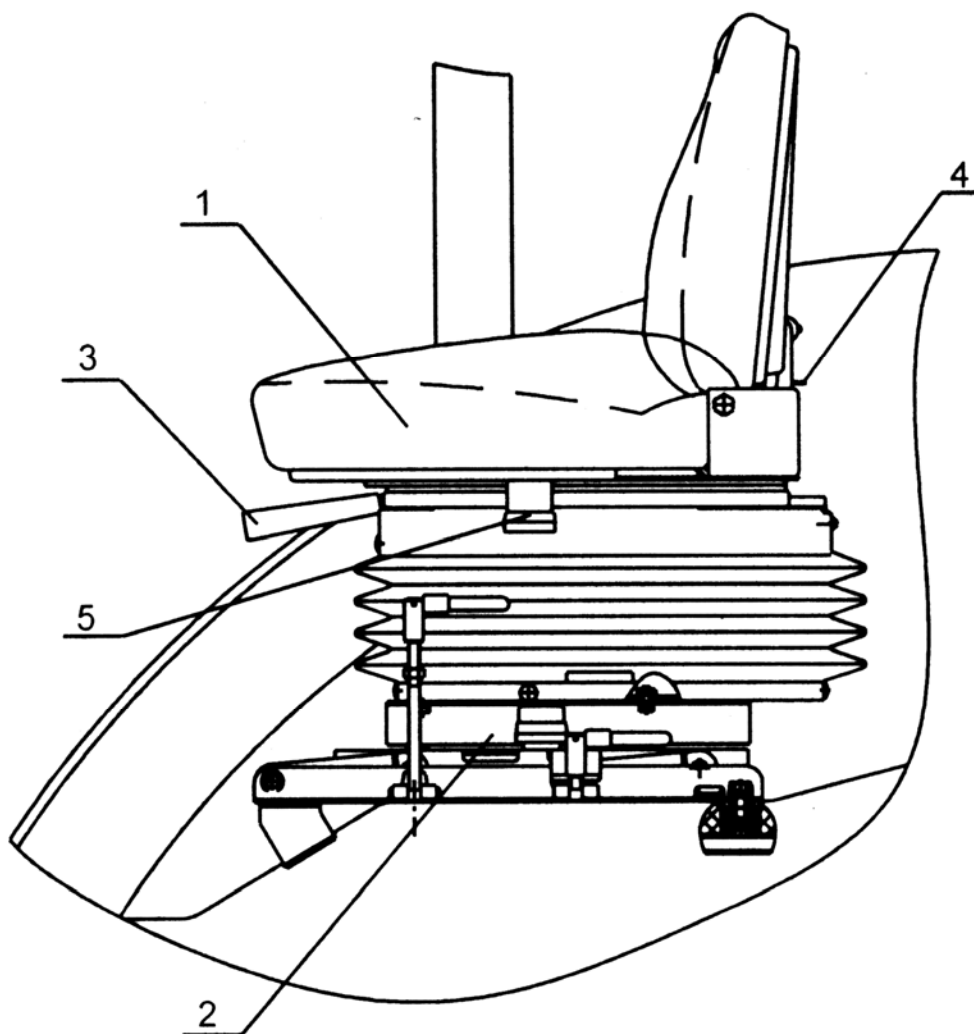

Рис.7.10
Состоит из сиденья (1), (рисунок 7.10), и механизма реверса (2) и имеет четыре основные регулировки:
Регулировка сиденья по массе водителя выполняется рукояткой (3), (рисунок 7.10). Для регулирования сиденья на большую массу переведите собачку рукоятки (3), (рисунок 7.10), в положение (А) и повторно поступательным движением затяните пружины. Для регулирования сиденья на меньшую массу переведите собачку рукоятки (3), (рисунок 7.10), в положение (Б) и повторно поступательным движением отпустите пружины.
Регулировка наклона спинки выполняется рукояткой (4), (рисунок 7.10). Для изменения угла наклона спинки поднимите рычаг вверх до упора и, удерживая его, отрегулируйте спинку и затем отпустите рычаг.
Продольная регулировка сиденья выполняется рукояткой (5), (рисунок 7.10). Для передвижения посадочного места «вперед-назад» поднимите рукоятку вверх на себя, передвиньте посадочное место и затем отпустите рукоятку. Посадочное место автоматически зафиксируется в нужном положении.
Регулировка по высоте. Сиденье имеет три положения по высоте «нижнее», «среднее» и «верхнее». Для перевода сиденья из «нижнего» положения в «среднее», или из «среднего» в «верхнее», плавно приподнимите сиденье (1), (рисунок 7.10), вверх до срабатывания храпового механизма (слышен характерный щелчок). Для перевода сиденья из «верхнего» положения в «нижнее» резким движением приподнимите посадочное место вверх до упора и опустите вниз.